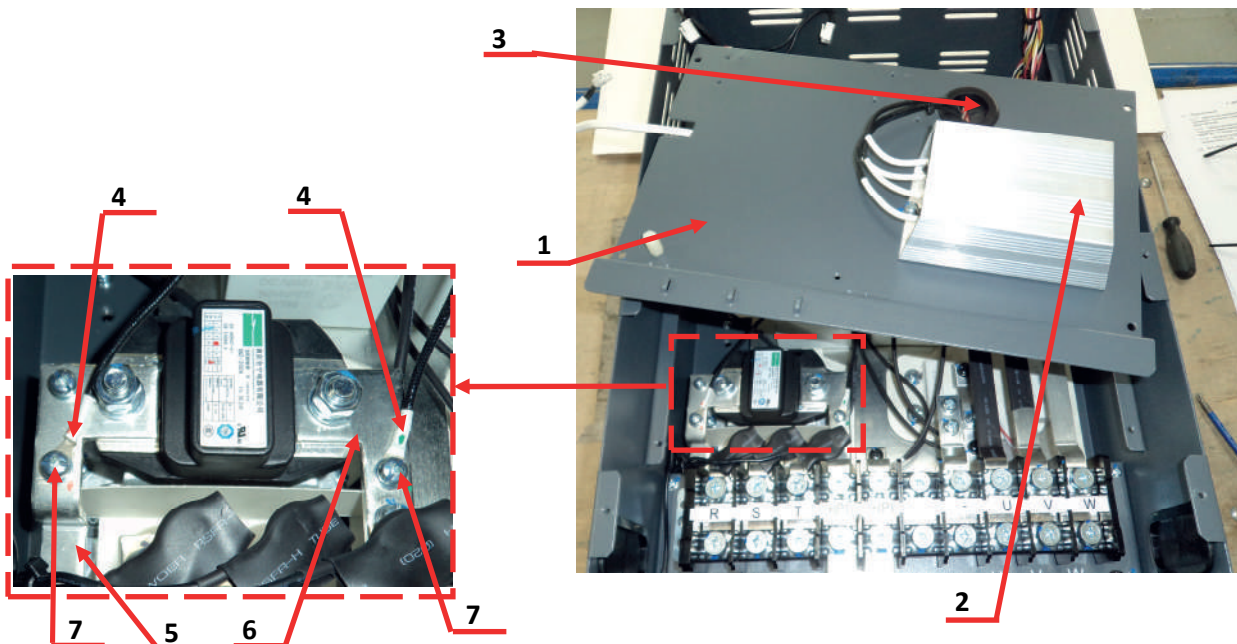

Рис.7.31
- 7.10.3. Протащить **провода** резистора предзаряда через отверстие проходной втулки поз.3 на обратную сторону монтажной панели (рис.7.31).
- 7.10.4. Подсоединить два провода с кольцевыми наконечниками поз.4, от резистора предзаряда, к шинам поз.5 и поз.6 на силовых клеммах контактора цепи предзаряда и закрепить их двумя винтами поз.7 (рис.7.31).